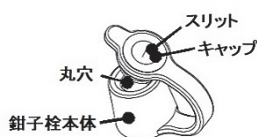

図2
- (5) 挿入部の光沢消失や白線指標の変色、色あせがないこと。
(6) 操作部：U/D と R/L の各アングル操作ノブ、U/D アングルロック、R/L アングルロックの作動のざらつき、がたつき、引っ掛かり、操作部を軽く振ったときに異音があるなどの現象がないこと。
(7) 先端レンズの脱落を防止するため、ビデオ内視鏡先端部のレンズにキズ、欠け、脱落、汚れ、レンズ周辺のすきま、レンズの異常な飛び出しなどが無いことを確認すること。
(8) 送気/送水バルブの穴に異物が入っていないことを確認すること。また、チャンネル内に洗浄ブラシ片等の異物が遺残していないか確認すること。
(9) 鉗子栓のキャップのスリットまたは鉗子栓本体の丸穴に裂け、ひび割れ、変形、変色などの異常がないことを目視で確認すること(図2 参照)。